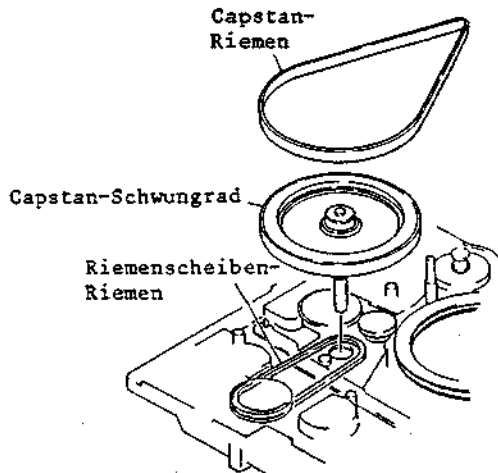

Abb. 2-82 Ausbau des Capstan-Schwungrades
10. Den Capstan-Riemen und den Riemenscheiben-Riemen abnehmen (siehe Abb. 2-82).